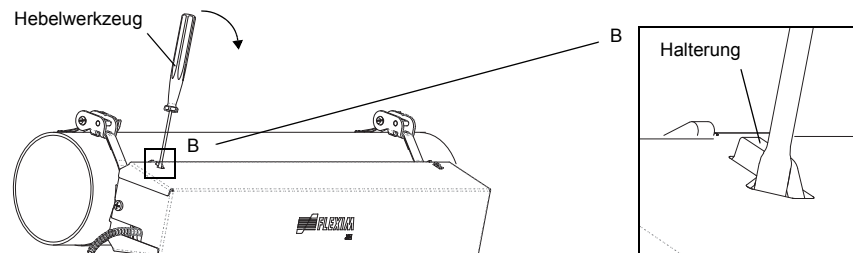

Abb. 9.48: Entfernen der Abdeckung
- Führen Sie das Hebelwerkzeug in eine der vier Öffnungen in der Abdeckung (siehe Abb. 9.48).